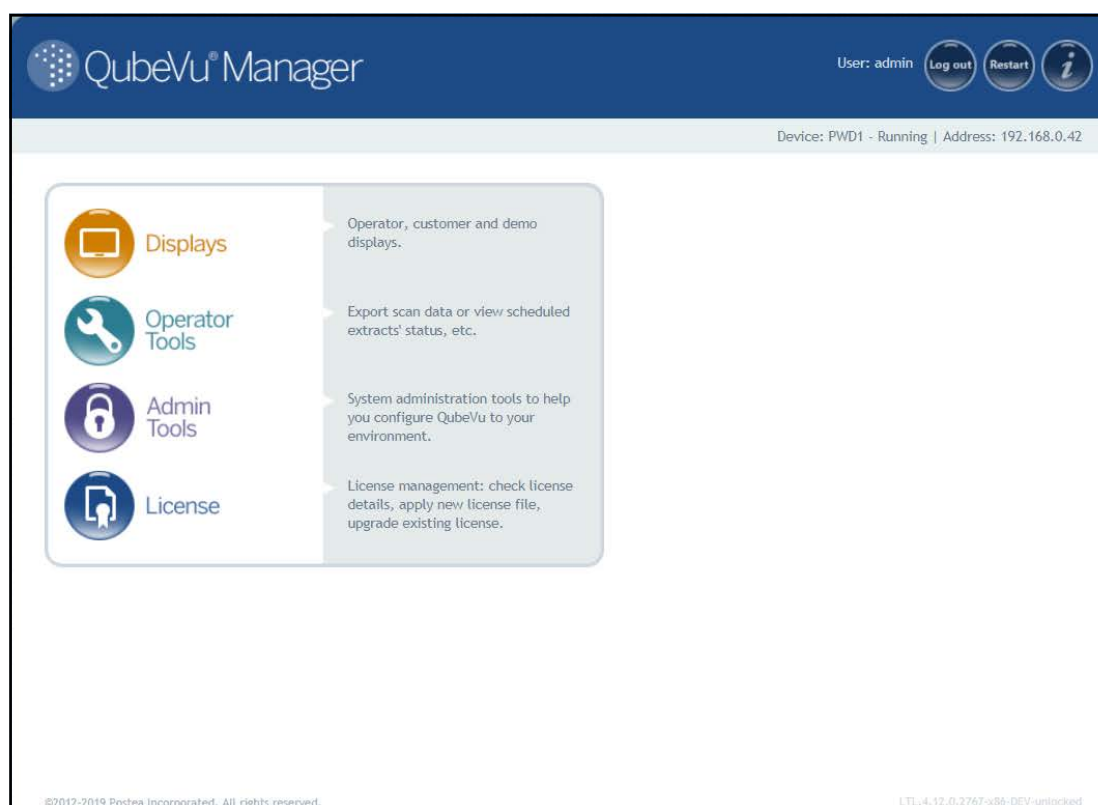
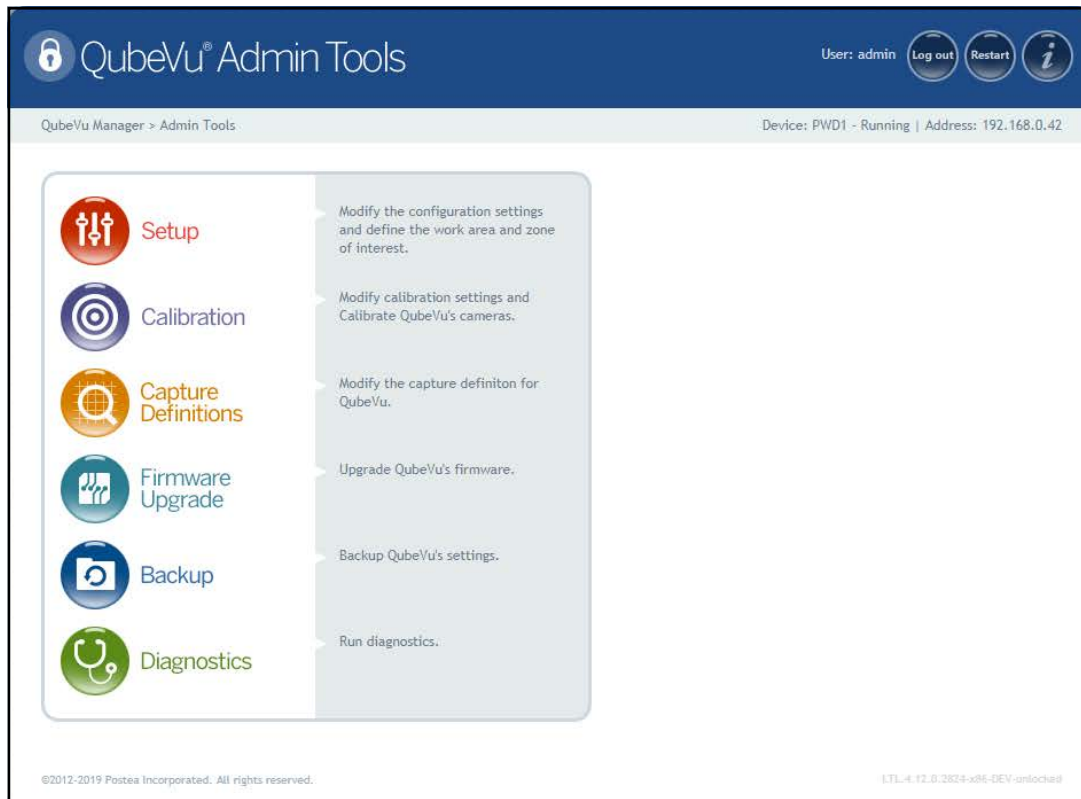

Figura 5-1. Página de inicio de QubeVu Manager
Figura 5-2. Menú Admin Tools (Herramientas de administración)
3. Pulse  **Admin Tools** en el menú **QubeVu Manager** para (Figura 5-1 en la página 21) entrar en el menú **Admin Tools** (Herramientas de administración) (Figura 5-2).
5. Pulse  **Calibration** en el menú **Admin Tools** (Herramientas de administración) (Figura 5-2 en la página 22) para entrar en el menú **Calibration** (Calibración).
1. Pulse  en el menú **QubeVu Manager** (Figura 5.1 en la página 25) para entrar en el menú **Admin Tools** (Herramientas de administración) (Figura 5.2 en la página 31).
3. Pulse  en el menú **Admin Tools** (Herramientas de administración) (Figura 5.2 en la página 31) para entrar en el menú **Diagnostics** (Diagnósticos).